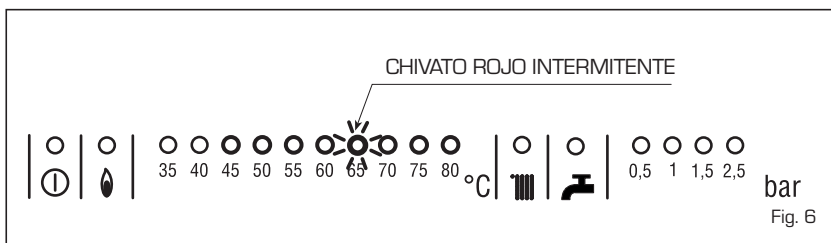

Fig. 6
- **Otras anomalías** (fig. 6)